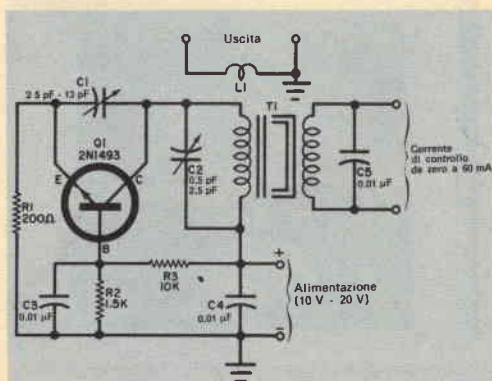

Fig. 1 - Oscillatore a frequenza variabile che copre la gamma da 170 MHz a 240 MHz.
Fig. 1 - In questo dispositivo di controllo della velocità a due piste ciascun canale è l'immagine speculare dell'altro. I potenziometri di controllo della velocità sono montati su scatolette a parte e collegati ai circuiti amplificatori tramite lunghi cavi. Per ottenere un'unità più compatta montate il gruppo trasformatore raddrizzatore nella parte superiore del telaio di alluminio.
Dopo aver montato ciascun potenziometro nell'apposita scatola, effettuate i collegamenti come indicato nella fig. 1, usando cavo flessibile a tre conduttori (il cavo può avere la lunghezza che risulterà più comoda).
**Circuiti nuovi** - La Vari-L Company ha presentato di recente un nuovo oscillatore VHF (fig. 1) a frequenza variabile, che può essere particolarmente interessante per i radioamatori, gli studenti e gli sperimentatori. L'apparecchio, che copre la gamma di frequenze da 170 MHz a 240 MHz, impiega un induttore con nucleo saturabile controllato dalla corrente, prodotto dalla stessa ditta.